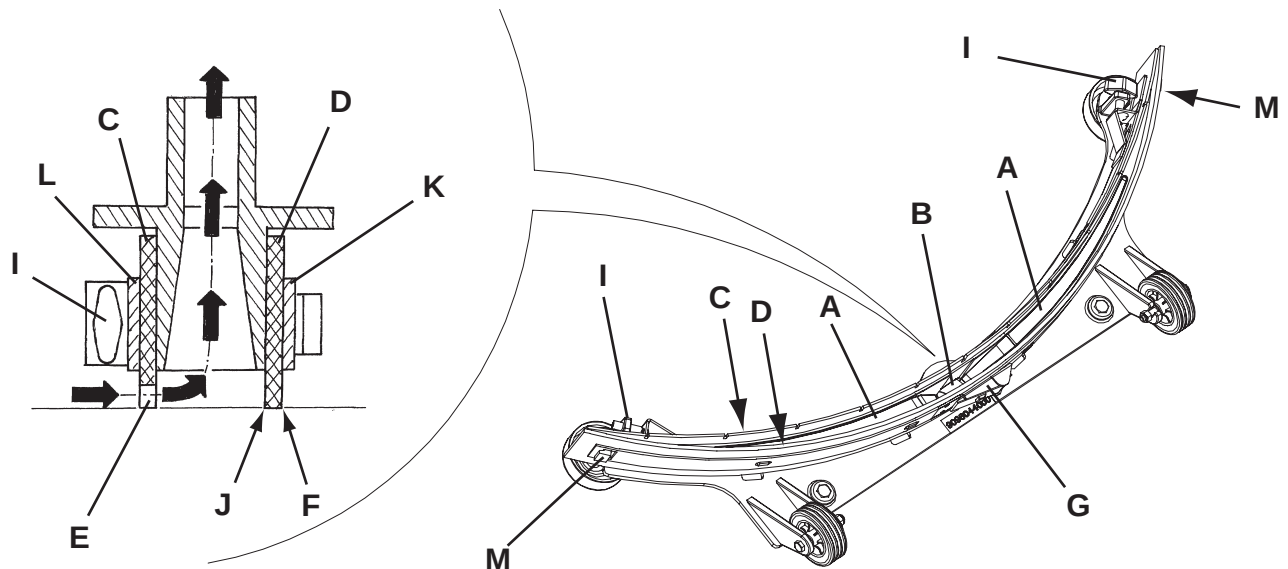

Figure 3
1. Nettoyer l'embouchure (Fig. 3) comme décrit au paragraphe précédent.
2. Contrôler que le bord (E, Fig. 3) de la lamelle en caoutchouc avant (C) et le bord (F) de la lamelle en caoutchouc arrière (D) se posent simultanément sur le marbre de contrôle, et en toute leur longueur ; en cas contraire, régler leur hauteur en procédant selon les instructions suivantes :
- Déposer le tirant (G), décrocher les dispositifs de retenue (M) et régler la lamelle en caoutchouc arrière (D), puis accrocher les dispositifs de retenue et installer le tirant.
- Desserrer les boutons (I) et régler la lamelle en caoutchouc avant (C), puis serrer les boutons.
3. Contrôler que la lamelle en caoutchouc avant (C) et la lamelle en caoutchouc arrière (D) sont intactes et qu'elles ne présentent pas de coupures ou déchirures ; en cas contraire, les remplacer en procédant comme suit. Contrôler que l'arête (J) de la lamelle en caoutchouc arrière n'est pas usée ; en cas contraire, tourner la lamelle en caoutchouc, en remplaçant l'arête usée avec l'une des trois arêtes intactes. Si toutes les arêtes sont usées, remplacer la lamelle en caoutchouc en procédant comme suit :
- Déposer le tirant (G), décrocher les dispositifs de retenue (M) et déposer la bande de retenue (K), puis remplacer / tourner la lamelle en caoutchouc arrière (D).